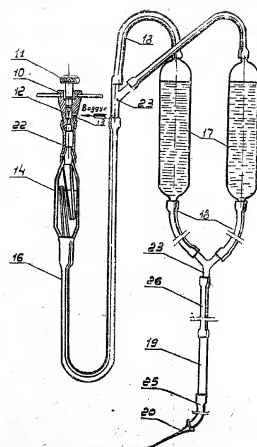

Рис. 3. Сборка аппарата при работе на банке.
Воздушный кран (см. рис. 3) состоит из корпуса (10) и регулировочного винта (11) с иглой (12), с помощью которого регулируется поступление воздуха извне через отверстие (13) в корпусе. Фильтр стеклянный (14), наполненный до половины спиртом, служит для дезинфекции поступающего из атмосферы воздуха.
Количество вливаемой жидкости регулируется воздушным краном. При вывинчивании регулировочного винта (11), воздух из атмосферы поступает через отверстие (13) в фильтр стеклянный (14) (см. рис. 3) и далее по резиновой трубке (16) в сосуд с вливаемой жидкостью (17), создавая необходимое давление на жидкость, под действием которого вливаемая жидкость поступает по резиновой трубке (18) через стеклянную трубку (19) и иглу Боброва (20)—в вену больного. Стеклянная трубка позволяет наблюдать поступление вливаемой жидкости.
6. Сборка арматуры при работе на ампулах (см. рис. 3).
ж) на оливу иглы Боброва (20) одеть резиновую трубку (25) длиной 1000 мм, конец трубки соединить со стеклянной трубкой, служащей смотровым стеклом (19) (расположение трубки см. на рис. 3);
а) сборку арматуры при работе на банках 0,5 л. производить так же, как и при работе на ампулах (п. 6, рис. 3);
Примечание: при работе с двумя банками емкостью 0,5 л. от одного воздушного крана пользуются тройниками аналогично работе с двумя ампулами (см. рис. 3).
б) сборку арматуры при работе со скляжкой производить так же, как и при работе на ампулах (см. п. 6, рис. 3);